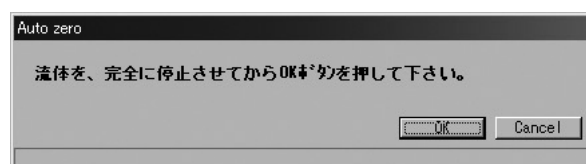

図69
- ② 図69のようなメッセージボックスが現れます。流量を完全に停止させた後、「OK」をクリックしてください。